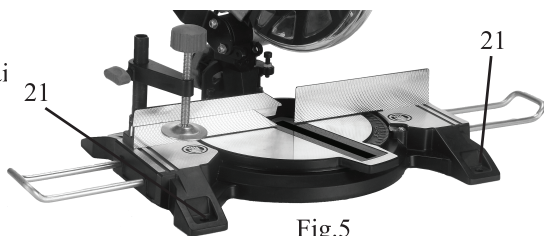

Fig.5
9.5 Fixarea pe bancul de lucru (Fig.5)